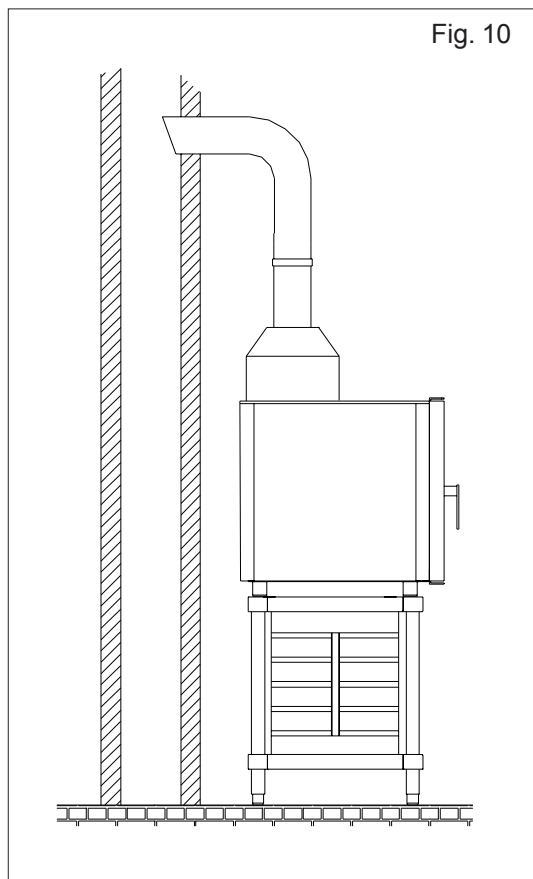

Fig. 10
- a un condotto naturale come una canna fumaria a tiraggio naturale di efficienza sicura per evacuare i prodotti della combustione direttamente all'esterno (Fig. 10).